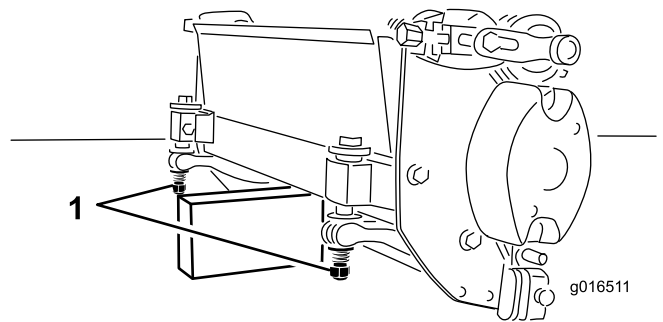

Figure 6
Chaque fois que le plateau de coupe doit être basculé pour exposer la contre-lame/le cylindre, utilisez la béquille pour supporter l'arrière du plateau et empêcher ainsi les vis de réglage de la contre-lame de reposer sur la surface de travail (Figure 6).
2. Basculez le plateau de coupe pour exposer la contre-lame et le cylindre. **Vérifiez que les écrous au bout des vis de réglage de la contre-lame ne reposent pas sur la surface de travail (Figure 6).**
**Important:** Chaque fois que le plateau de coupe doit être basculé pour exposer la contre-lame/le cylindre, utilisez la béquille pour supporter l'arrière du plateau et empêcher ainsi les vis de réglage de la contre-lame de reposer sur la surface de travail (Figure 6).